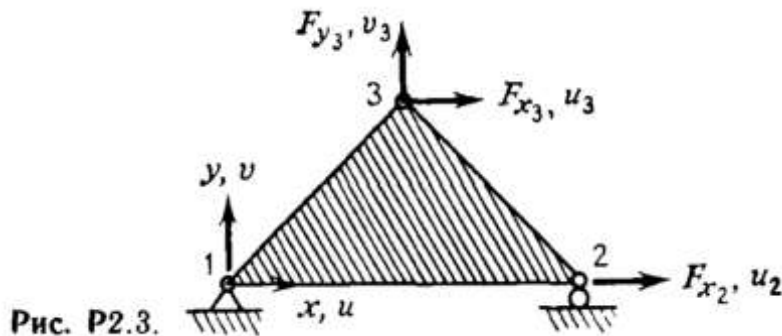

Рис. P2.3.
3. Ниже вписана матрица податливости для треугольного пластинчатого элемента, находящегося в плоском напряженном состоянии (рис. P2.3). Вычислите матрицу жесткости элемента и проверьте правильность полученного результата, сравнивая ее с матрицей жесткости, показанной на рис. 5.4.